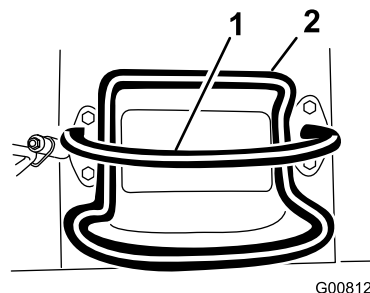

Bild 5
- Lassen Sie zum Anhalten den Fahrtriebshebel los (Bild 5).